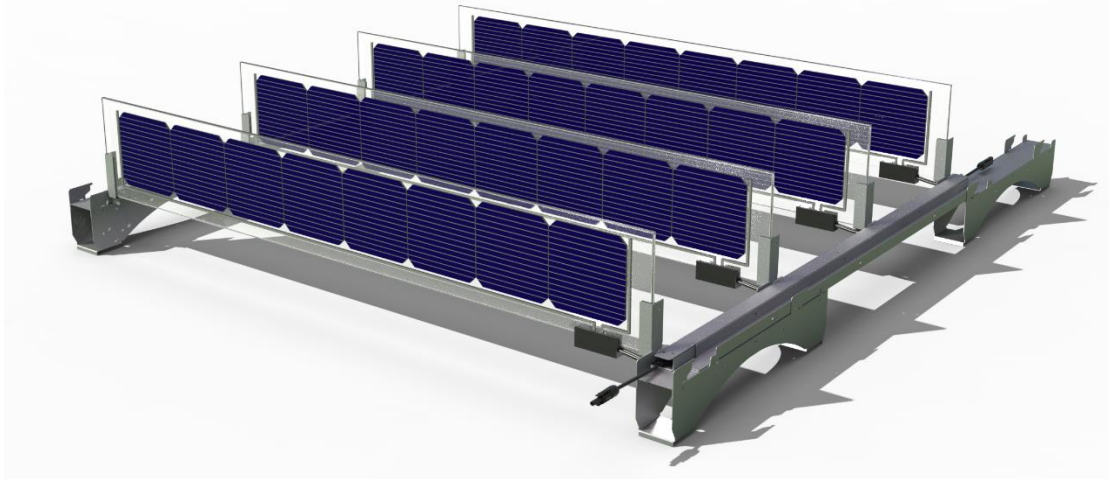

Abbildung 3: VPV-Modul mit HM-Füßen für begrünte Dachflächen
- HM („High Mount“) mit Befestigungswinkeln und einer Bodenfreiheit von 12,0 cm für begrünte Dächer (vgl. Abbildung 3):